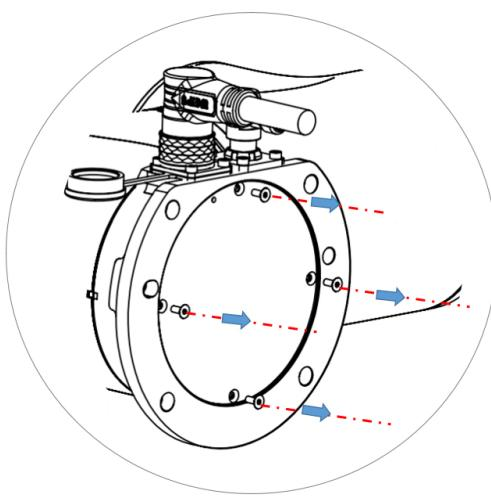

图 3-35 拆卸基座底板螺钉
- 步骤3** 将机器人平放置在软垫上，使用内六角扳手拆卸基座底板螺钉，如图 3-35 所示。